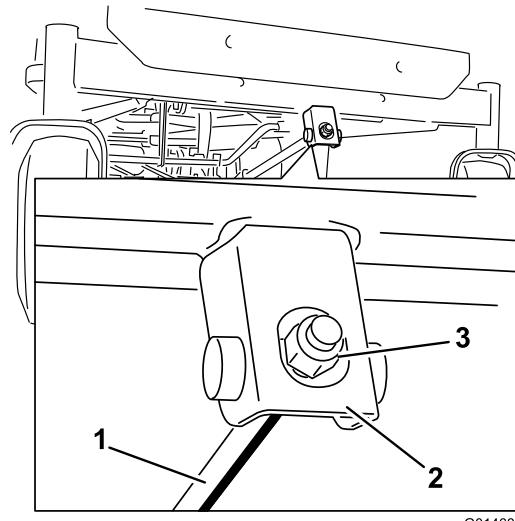

Рисунок 69
6. Чтобы отрегулировать наклон ножа в продольном направлении, поверните регулировочную гайку в передней части газонокосилки (Рисунок 69).